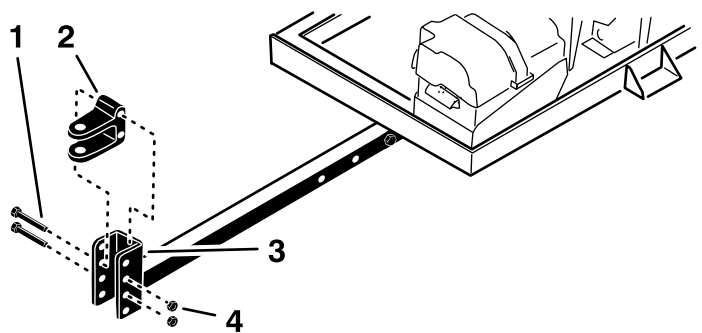

Figura 5
- Retire los 2 pernos y las 2 contratueras que sujetan la horquilla de enganche (Figura 5) a la barra de enganche.
5. Monte la horquilla del enganche en la barra de enganche con los 2 pernos y las 2 contratuercas (Figura 5).